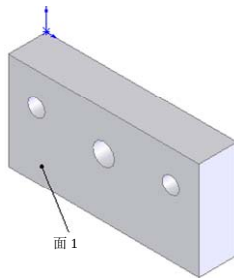

图 10-23 拉伸切除后的图形
- 2) 在[终止条件]  一栏的下拉菜单中，选择[完全贯穿]选项。单击  按钮，结果如图 10-23 所示。
- 1) 单击图 10-23 中的表面 1，然后单击[视图(前导)]工具栏的[视图定向]中的[正视图]按钮，将该表面作为绘制图形的基准面。